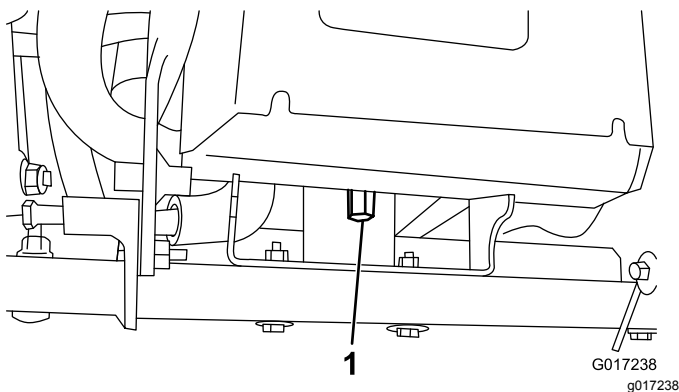

Figura 10
4. Retire la tuerca alta que sujeta la parte trasera de la base de la batería al bastidor de la máquina (Figura 10).